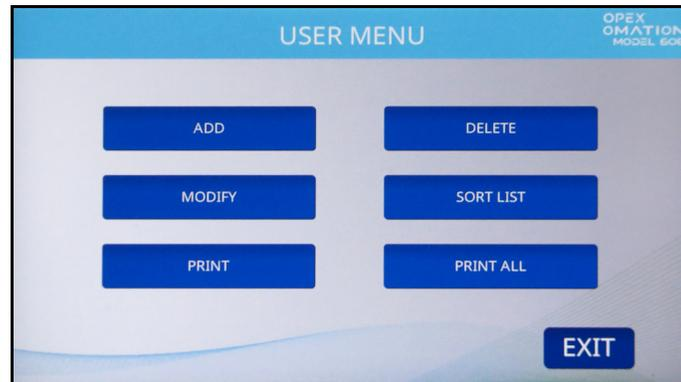
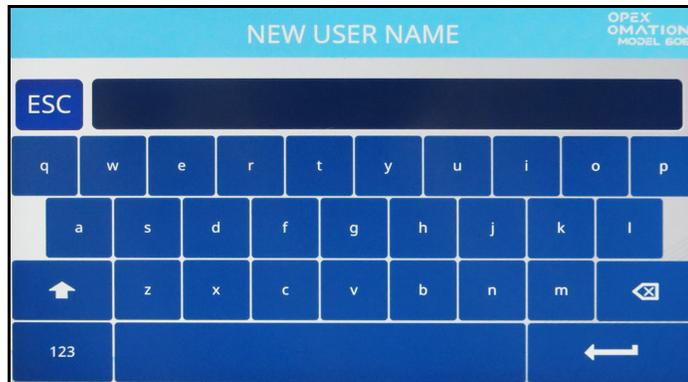
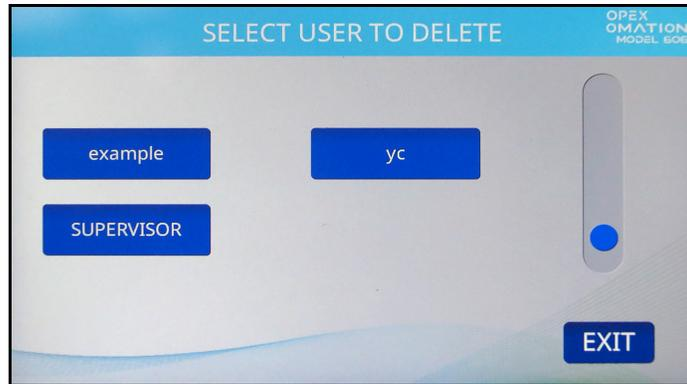
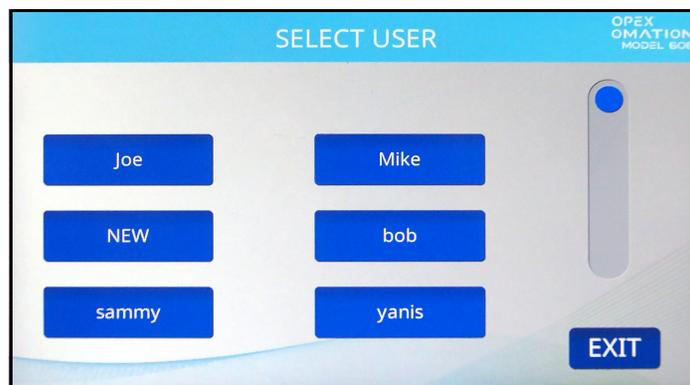

Abbildung 6-34: Bildschirm „Benutzermenü“
Abbildung 6-35: Bildschirm „Neuer Benutzer“
Abbildung 6-38: Bildschirm „Bediener zum Löschen auswählen“
Abbildung 6-39: Bildschirm „Benutzer auswählen“
Die Auswahl von **USER MENU (BENUTZERMENÜ)** auf dem Vorgesetztenbildschirm zeigt die folgenden Optionen an (Abbildung 6-34):
1. Drücken Sie im Bildschirm **USER MENU (BENUTZERMENÜ)**(Abbildung 6-34) auf **ADD (HINZUFÜGEN)**. Der Bildschirm **NEW USER NAME (NEUER BENUTZERNAME)** wird angezeigt (Abbildung 6-35).
1. Drücken Sie im Bildschirm **USER MENU (BENUTZERMENÜ)** (Abbildung 6-34) auf **DELETE (LÖSCHEN)**. Der Bildschirm **SELECT OPER TO DELETE (BEDIENER ZUM LÖSCHEN AUSWÄHLEN)** wird angezeigt (Abbildung 6-38).
1. Drücken Sie auf dem Bildschirm **USER MENU (BENUTZERMENÜ)** (siehe Abbildung 6-34) die Taste **MODIFY (ÄNDERN)**. Der Bildschirm **SELECT USER (BENUTZER AUSWÄHLEN)** wird angezeigt (Abbildung 6-39).
1. Drücken Sie auf dem Bildschirm **USER MENU (BENUTZERMENÜ)** (Abbildung 6-34) auf **SORT LIST (LISTE SORTIEREN)**.